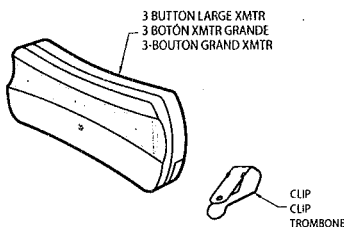

Fig. 2
Étape 5-1 Remplacement de pile Fig. 2.